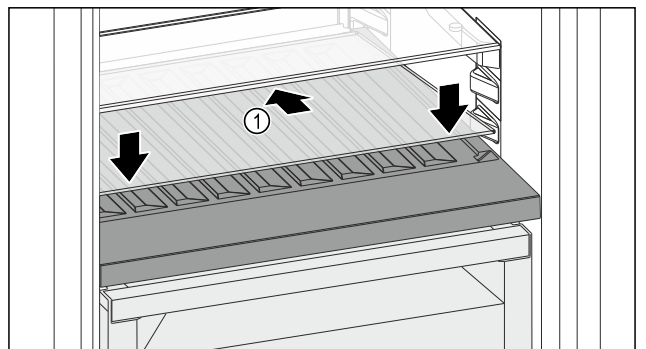

Fig. 112
- ▶ Posizionare il ripiano di vetro Fig. 112 (1) inclinato indietro e verso il basso.
- ▶ Abbassare la parte anteriore del ripiano di vetro Fig. 112 (1).